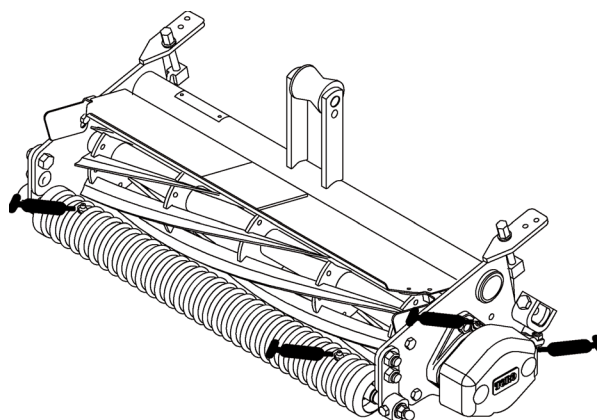

Fig. 6
1. Fedtfittingernes placering og antal er som følger: bundknivens drejetap (1) cylinderlejer (2) og front- og bagrullerne (2 af hver) (Fig. 6)